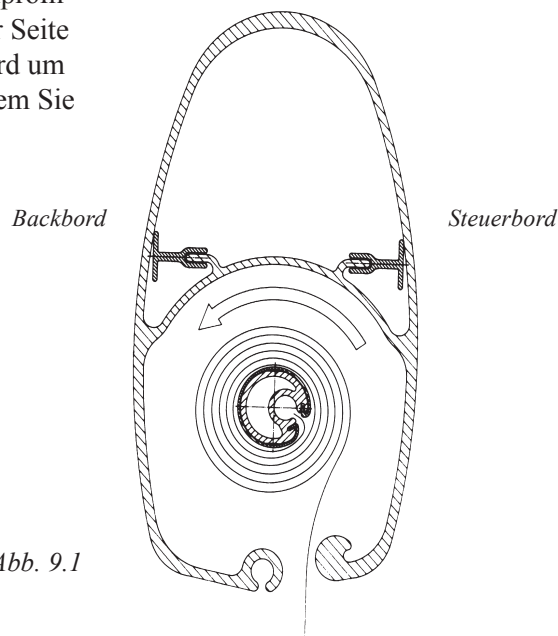

Abb. 9.1
7. Rollen Sie das Segel bis zum Schothorn in den Mast. Das Rollprofil hat eine asymmetrische Form, welche das Einrollen nach einer Seite hin erleichtert. Aus dem Grund soll das Segel immer Steuerbord um das Profil gerollt werden. (Siehe Abb. 9.1) Das geschieht, in dem Sie die Wisch im Uhrzeigersinn drehen.
1. Kontrollieren Sie, ob das Segel korrekt auf das Rollprofil gedreht worden ist, d.h. auf Steuerbord um das Profil. (Siehe auch Abb. 9.1).